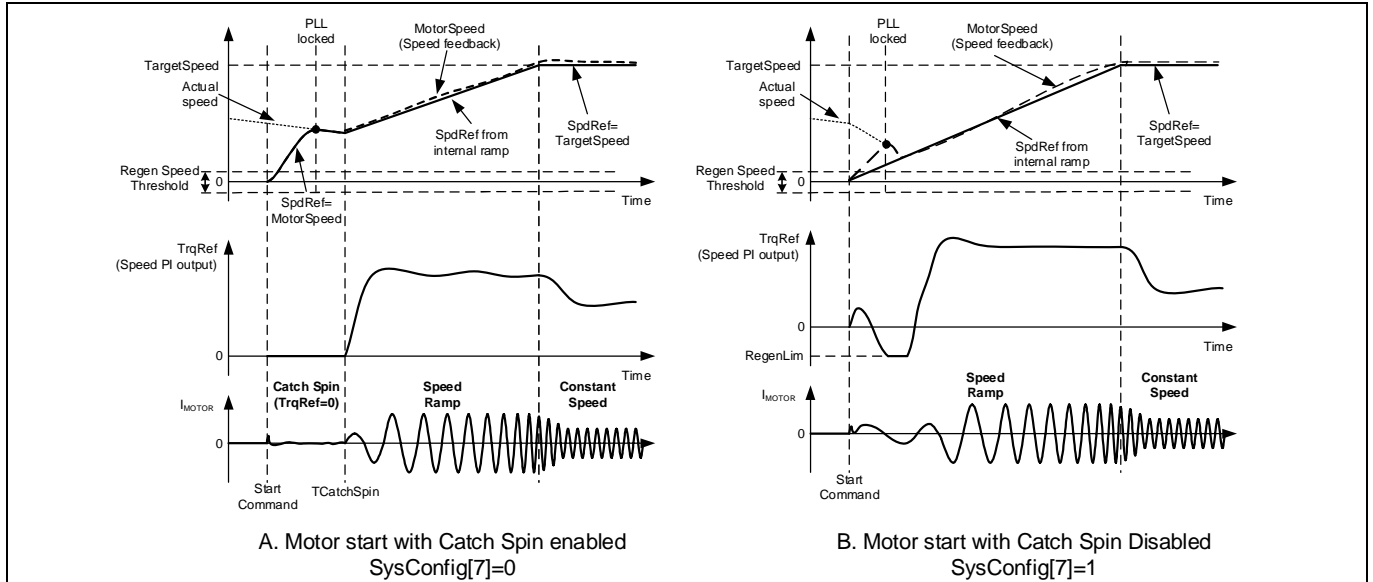

図 28 正回転キャッチスピン - キャッチスピン有効/無効の場合のモータ始動シーケンス
モータが正方向に回転している場合、キャッチスピン動作は「正回転キャッチスピン」となります。図 28 (A)に「正回転キャッチスピン」の一例を示します。この例では、スタートコマンド実行時にモータは正方向に回転しています。キャッチスピン動作中、モータへ電流は印加されません。キャッチスピン時間経過後、磁束 PLL が実際のモータ速度にロックしたと想定して、その時点のモータ速度が初期の参照速度および速度加速の始点となります。モータは基準となる加減速レートに従って加速を続け、設定された目標速度に達します。
タ速度はスムーズに加減速しない場合があります。図 28 (B)に示すように、スタートコマンド実行後、実際のモータ速度は参照速度('SpdRef'変数)より大きくなっています。従って、モータは速度参照('SpdRef'変数)に従うように減速します(回生ブレーキを使用)。モータ速度が回生速度閾値('RegenSpdThr'変数)よりも大きい場合、モータが減速するために注入される負のトルクは、'RegenLim'パラメータの値に制限されます。モータが速度参照と一致したら、モータは基準となる加減速レートに従って加速を開始し、設定された目標速度に達します。